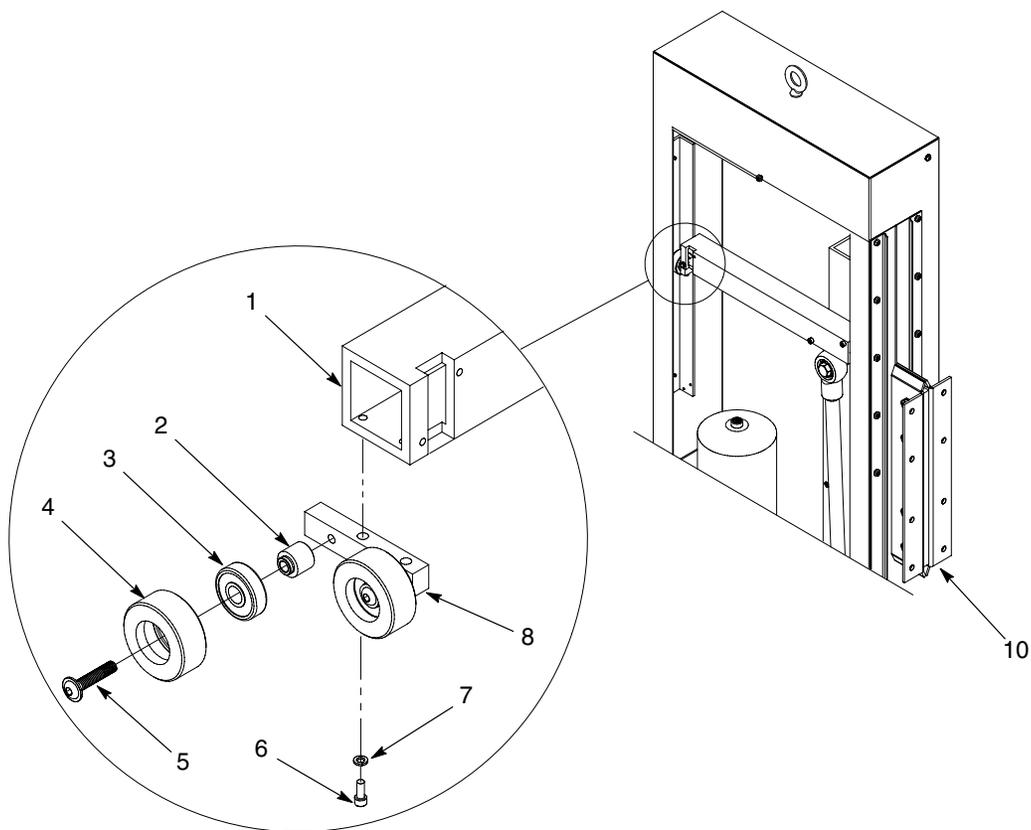

Abb. 12 Typische Rollenbaugruppe (Konfiguration mit VFD abgebildet)
2. Siehe Abbildung 12. Darauf achten, dass der Pistolenwagen (10) sich in der unteren Position befindet.
3. Die Schrauben (6) und Sicherungsringe (7) abnehmen, mit denen der Rollenblock (8) an der Stabilisierungsstange (1) befestigt ist.
4. Die Halbrundschaube (5) entfernen, die Rad (4), Lager (3) und Achse (2) am Rollenblock (8) hält. Nur Rad und Lager entsorgen.
5. Das neue Rad (4), neue Lager (3) sowie die Achse (2) mit der Halbrundschaube (5) am Rollenblock (8) montieren. Die Schrauben fest anziehen.
6. Den Rollenblock (8) mit den Sicherungsringen (7) und Schrauben (6) an der Stabilisierungsstange (1) installieren. Die Schrauben fest anziehen.